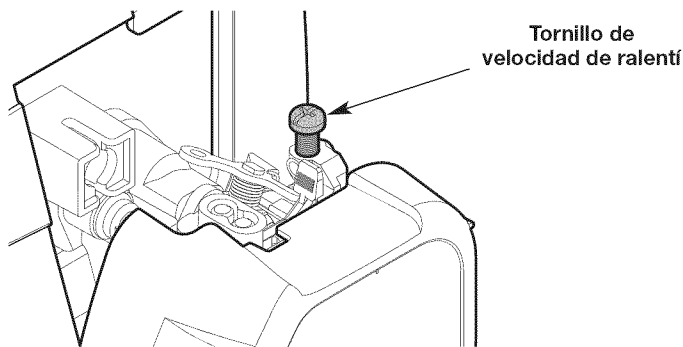

Fig. 23
- Si el motor se para, aumente la velocidad de ralentí. Use un destornillador Phillips pequeño para girar el tornillo de velocidad de ralentí en el sentido de las agujas del reloj, 1/8 de giro cada vez hasta que el motor funciona al ralentí de manera uniforme (Fig. 23).
- Si el cabezal de corte gira cuando el motor funciona al ralentí, reduzca la velocidad de ralentí. Gire el tornillo de velocidad de ralentí en el sentido contrario de las agujas del reloj, 1/8 de giro cada vez, hasta que se detenga el cabezal de corte (Fig. 23).